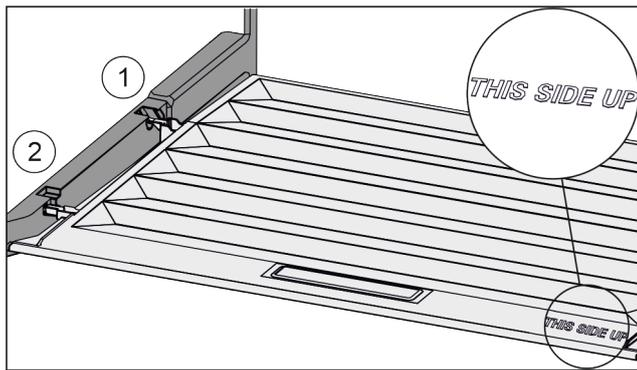

Fig. 150
- ▶ Introduire les rainures du couvercle par l'orifice du support arrière Fig. 150 (1) et les enclencher à l'avant dans le support Fig. 150 (2).